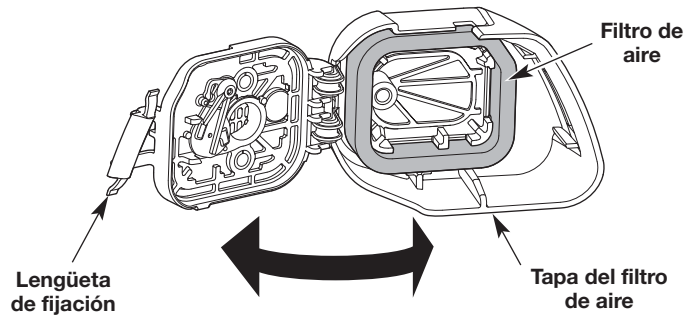

Fig. 17
1. Abra la cubierta del filtro de aire: oprima la lengüeta de fijación y gire la cubierta del filtro de aire hacia la derecha (Fig. 17).
2. Extraiga el filtro de aire del interior de la cubierta del filtro de aire (Fig. 17).
6. Reinstale el filtro de aire dentro de la cubierta del filtro de aire (Fig. 17).
7. Cierre la cubierta del filtro de aire: Gire la cubierta del filtro de aire hacia la izquierda y oprímala para cerrarla hasta que la lengüeta de fijación entra a presión en su lugar (Fig. 17).